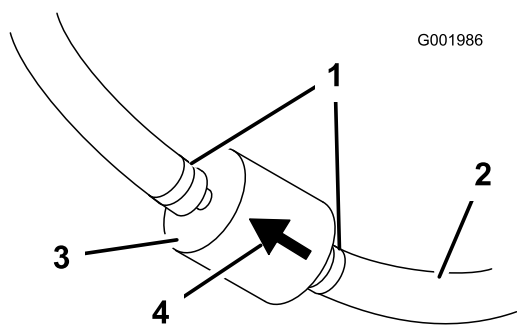

图46
5. 将软管夹的两端挤压到一起，将它们滑离滤清器（图46）。